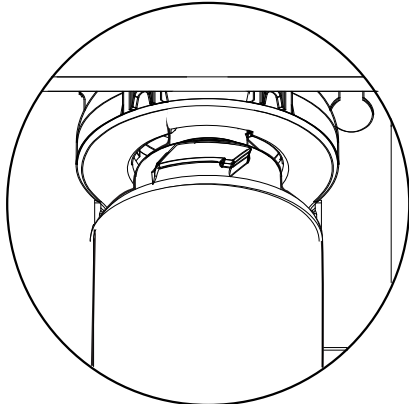

Figure 42
1. Alignez les pattes sur les fentes situées dans l'ouverture, du côté gauche de la tête. Voir la Figure 42.
1. Alignez les pattes sur les fentes situées dans l'ouverture, du côté droit de la tête. Voir la Figure 42.